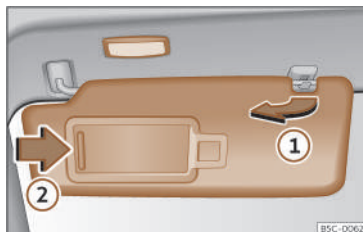

Fig. 100 Aletta parasole.
- L'aletta parasole può essere staccata dal supporto e orientata verso la porta >>> **fig. 100** ①.